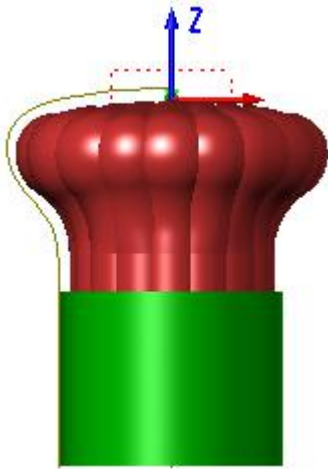
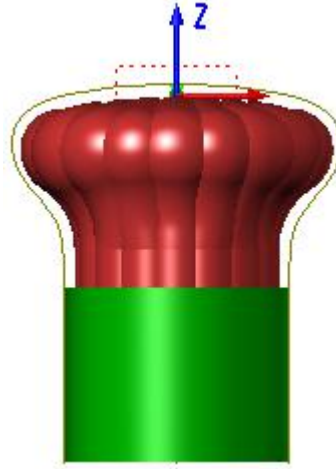

图 6-6 绘制截面线
图 6-7 镜像截面线
- a) 首先在前视图下绘制截面线。使用样条线绘制一条形状与工件截面大致接近的样条线，并使用【曲线编修】调整控制点，使得曲线尽量光滑，与Z轴的交点最好与水平方向相切，如图6-6。由于工件是左右对称的，可以镜像得到另一条曲线。如图6-7。